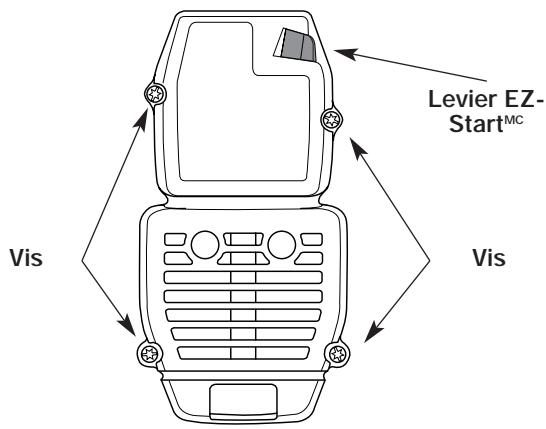

Figure 26
1. Retirez les quatre (4) vis retenant le couvercle du filtre à air/silencieux (Fig. 26). Servez-vous d'un tournevis à lame plate ou à mèche no. 20 Torx.
2. Insérez les quatre (4) vis dans les trous du filtre à air/couvercle du silencieux (Fig. 26) et vissez sans trop serrer.